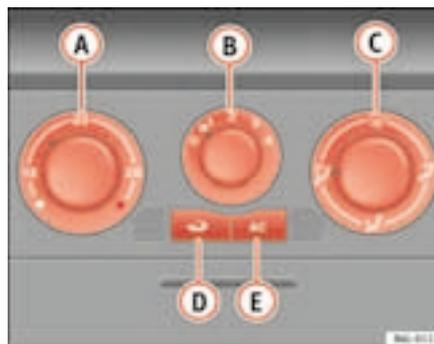

Fig. 91 Mandos del Aire Acondicionado en el tablero de instrumentos
- Con los reguladores ⇒ fig. 91 **A** y **C** y con el mando **B** se regula la temperatura, la velocidad del ventilador y la distribución del aire.
- Cierre los difusores ③.
- Abra y oriente los difusores ④ hacia las ventanas laterales.